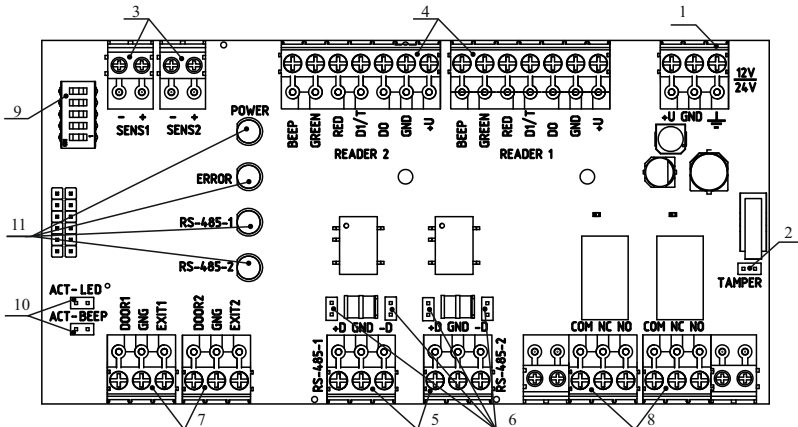

Рисунок 5 – Плата модуля внешних подключений контроллера
- 5.6 На модулях внешних подключений (рисунок 5) расположены: